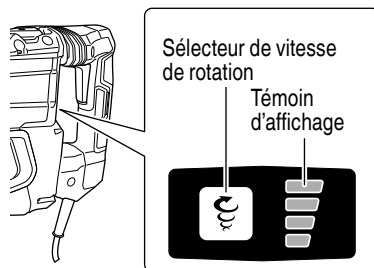

Fig. 9
8. Réglage du nombre de rotations et de percussion (Fig. 9)